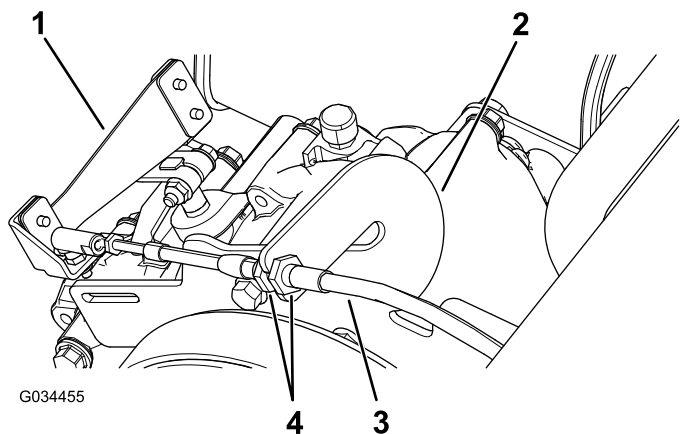

Figura 59
1. Desaperte as porcas de retenção do cabo das mudanças e ajuste-as como necessário (Figura 59).
2. Teste a posição das mudanças rodando o seletor de mudanças para três posições diferentes e verifique se a alavanca de mudanças (Figura 59) muda apropriadamente quando muda de mudança; consulte Alavanca de mudanças e indicador de mudanças (página 13).